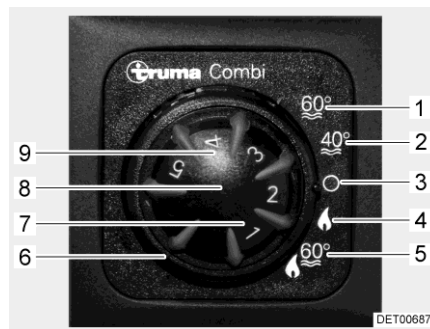

Fig. 80 Unité de commande
- Régler le mode de fonctionnement à l'aide de l'interrupteur tournant (Fig. 80,6).
En régime hiver "Chauffage et préparation d'eau chaude" (Fig. 80,5), l'eau sanitaire est automatiquement réchauffée à la mise en marche du chauffage. Lorsque le chauffage s'éteint, une fois la température ambiante souhaitée atteinte, l'eau sanitaire continue d'être réchauffée jusqu'à ce qu'elle ait la température souhaitée.
Le chauffage ne peut fonctionner en mode de fonctionnement "Chauffage uniquement" (Fig. 80,4) que si le récipient d'eau sanitaire est vide.
- Régler le bouton tournant de température (Fig. 80,8) de l'unité de commande sur la température de chauffage désirée.
- Régler l'interrupteur tournant (Fig. 80,6) en régime hiver "Chauffage uniquement" (Fig. 80,4) ou en régime hiver "Chauffage et préparation d'eau chaude" (Fig. 80,5).
Le voyant de contrôle vert (Fig. 80,7) s'allume.
- Régler l'interrupteur tournant (Fig. 80,6) sur "O" (Fig. 80,3).
- Placer l'interrupteur tournant (Fig. 80,6) de l'unité de commande (Fig. 80) sur "Régime été" (Fig. 80,1 ou 2).
Le voyant de contrôle jaune (Fig. 80,9) s'allume pendant la mise en température. La mise en température est terminée lorsque la température d'eau sélectionnée est obtenue. Le voyant de contrôle jaune s'éteint.
En cas de dérangement, le voyant de contrôle s'allume en rouge (Fig. 80,9) sur l'unité de commande (voir paragraphe 15.5).
- Placer l'interrupteur tournant (Fig. 80,6) de l'unité de commande (Fig. 80) sur "O".